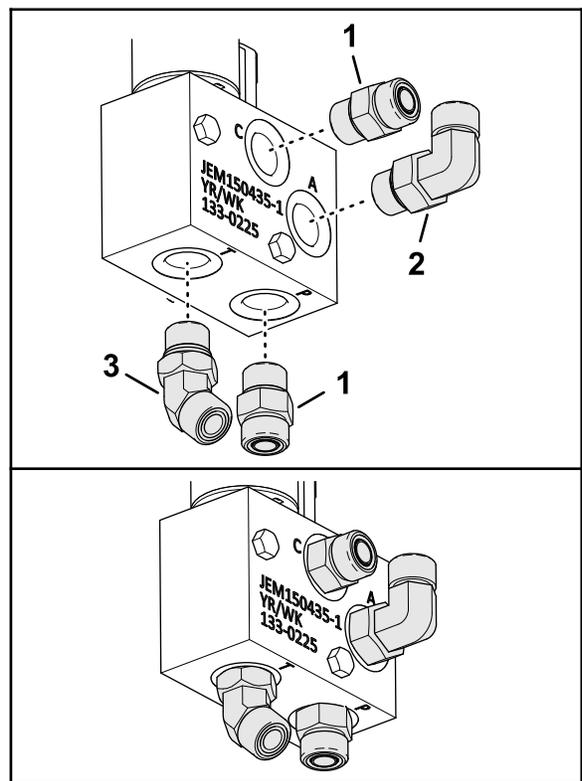

Figura 12
3. Montate il foro C e il foro P dei raccordi diritti della valvola a basso flusso (Figura 12).
4. Allineate il raccordo a 45° e i raccordi a 90° come illustrato nella Figura 12.
1. Montate un raccordo a 90° nel foro A della valvola a basso flusso (Figura 12).